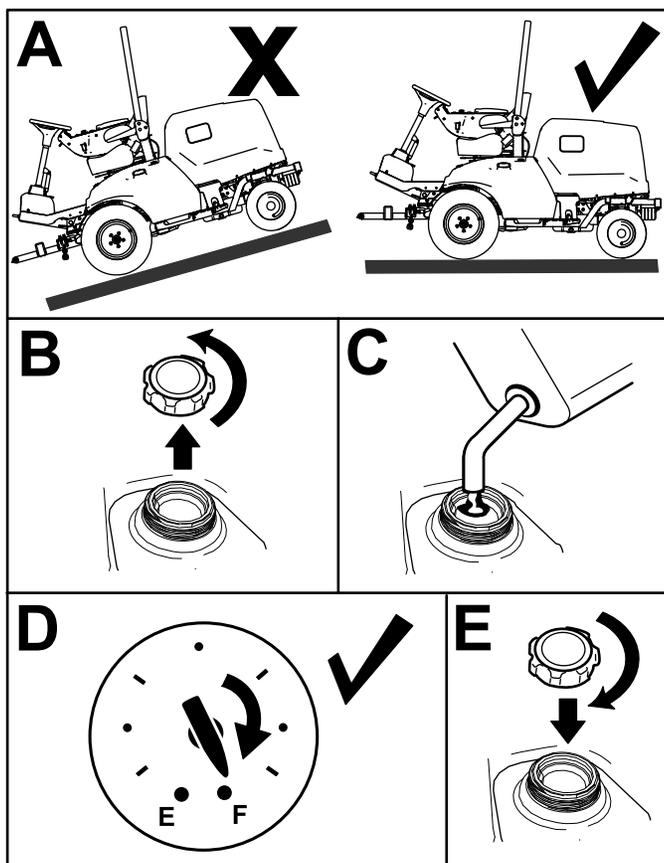

图 32
1. 将机器停放在水平地面上**图 32**接合手刹关闭发动机然后拨下钥匙。